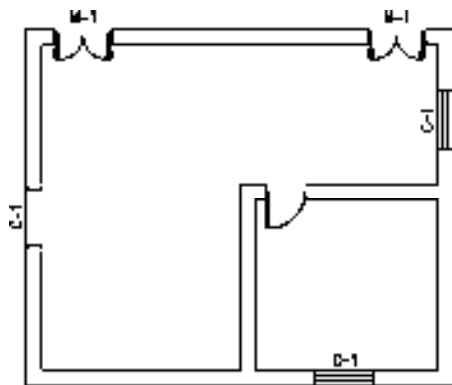

图 5-95 绘制编号
5) 按〈Enter〉键，门编号的设置结果如图 5-95 所示。